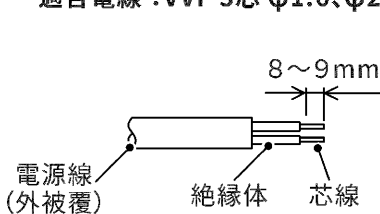

図1 電源線皮むき寸法
- ①電源線の被覆を端子台のストリップゲージに合わせてむいてください。(図1・図2)